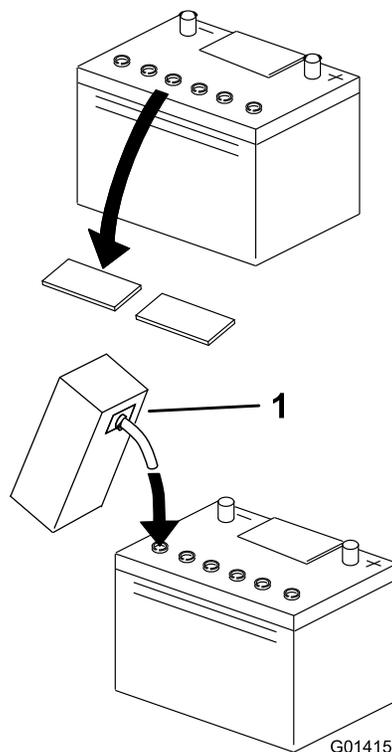

Figura 4
4. Limpe a parte superior da bateria e retire as protecções das aberturas de ventilação (Figura 4).
5. Encha cuidadosamente cada célula com electrólito até ao nível adequado (Figura 4).
- Se necessário, encha cuidadosamente cada célula até ao nível adequado (Figura 4).